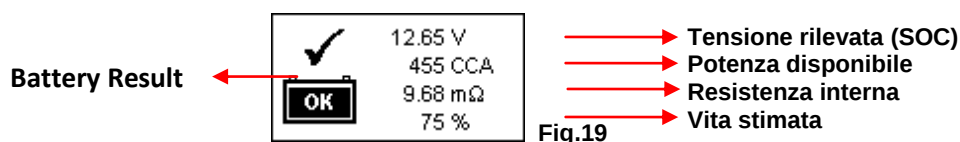

Fig.19
1. In meno di 7 secondi, i risultati della prova verranno visualizzati sullo schermo LCD (Fig.19), fornendo tutti i dati utili per la valutazione dello stato della batteria.